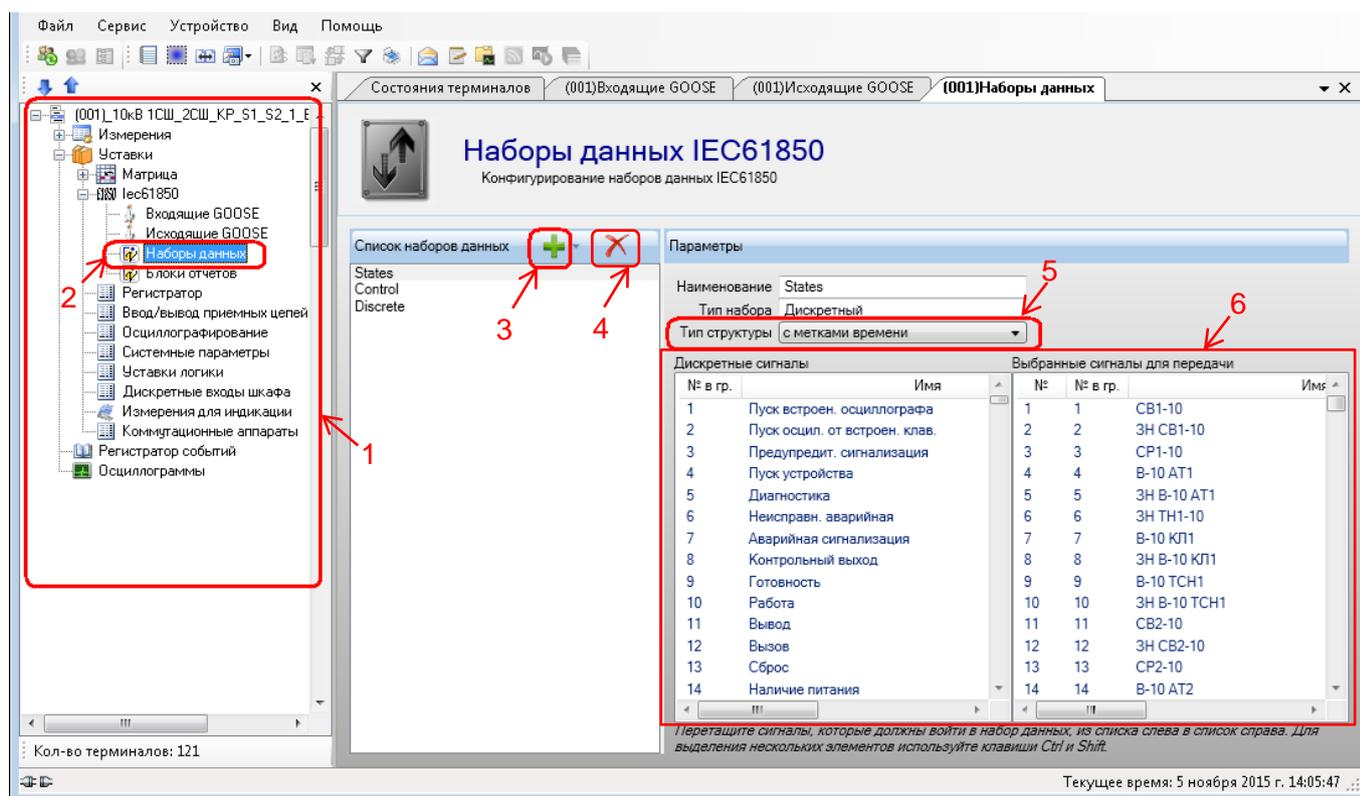

Рисунок 1 – Настройка набора данных IEC61850
2.1.1 В «дереве» проекта ПО **АРМ-релейщика** (см. рисунок 1, обозначение 1) выбрать раздел **Уставки** → **ies61850** → **Наборы данных** (см. рисунок 1, обозначение 2) и открыть окно, дважды щёлкнув мышкой на соответствующем пункте в «дереве» проекта.
2.1.2 Нажать на кнопку  (см. рисунок 1, обозначение 3) и из выпадающего списка (дискретный набор, аналоговый набор, служебный набор, смешанный набор) выбрать один из перечисленных наборов данных. Набор данных можно удалить с помощью кнопки  (см. рисунок 1, обозначение 4).
2.1.3 Добавить параметр набора данных **Тип структуры** (см. рисунок 1, обозначение 5): **с метками времени** означает, что в отчетах будут отправляться значение, качество и метка времени изменения сигнала, **без меток времени** – в отчетах будут отправляться только значения сигнала.
2.1.4 Добавить в поле **Выбранные сигналы для передачи** (см. рисунок 1, обозначение 6) требуемые сигналы из исходного списка. При дополнении сигналов в существующий список набора данных новые сигналы будут добавлены в конец списка. Возможно перемещение сигналов по списку. Настройка параметров набора данных протоколов **МЭК 61850** по умолчанию приведена в приложении А.